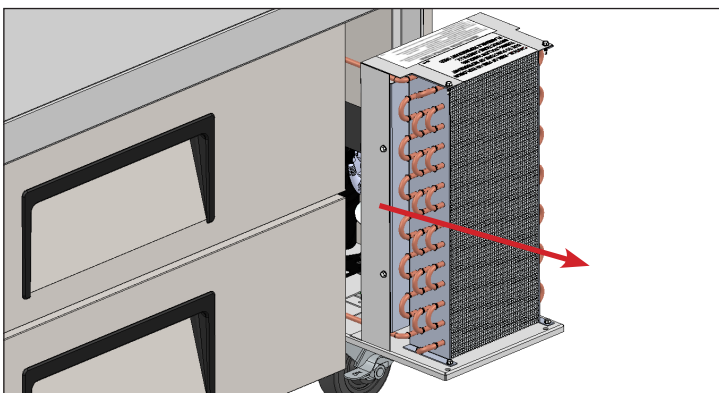

Fig. 5. Deslice con cuidado la unidad de condensación hacia afuera.
7. Deslice con cuidado la unidad de condensación hacia afuera (las conexiones de los tubos son flexibles). Véase la fig. 5. Sople ligeramente aire comprimido o CO₂ a través del serpentín hasta que esté limpio.